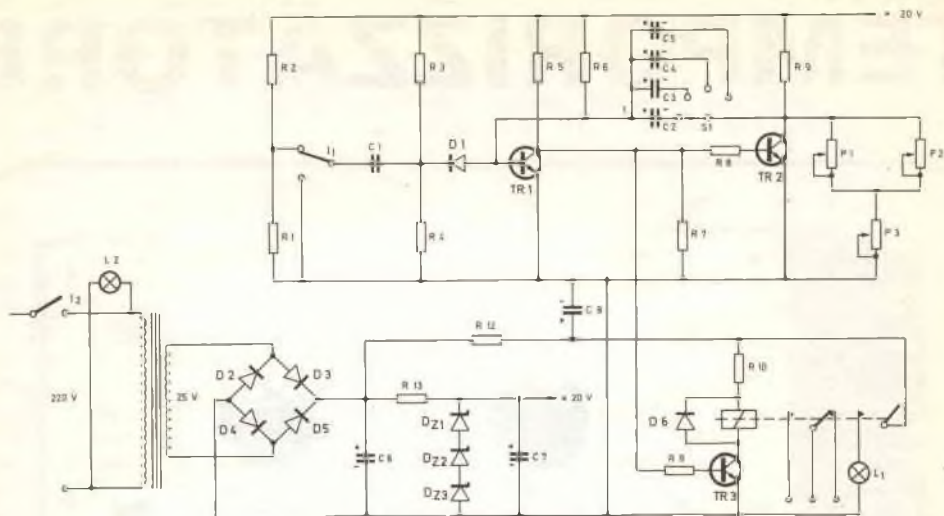

Fig. 1 - Circuito completo dello strumento e tabella dei valori di temporizzazione del circuito stesso.
**Funzionamento** - Nella *fig. 1* è illustrato lo schema elettrico del dispositivo; osservando questa figura, si nota subito che la configurazione iniziale corrisponde alla saturazione di TR1 ed all'interdizione di TR2 e per ottenere questo occorre che la R6 sia proporzionata, in modo da assicurare la corrente di base necessaria a saturare TR1.
C2, C3, C4, C5 = (ved. tabella di fig. 1)
Il gruppo di potenziometri P1-P2-P3 sostituisce la resistenza zavorra e consente quindi di regolare il livello di tensione sul transistor TR2 e quindi il livello negativo a cui viene portata la base del transistor TR1 (fig. 1).
Nella fig. 1 è anche riportata una tabella indicante i valori di temporizzazione.